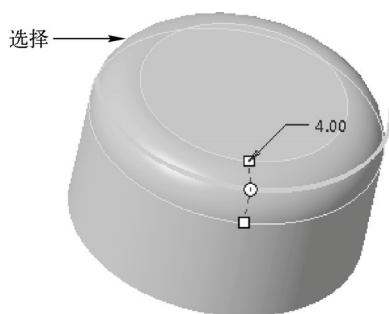

图 16-46 选择倒圆角边线
STEP 04 单击“模型”选项卡“工程”面板中的“倒圆角”按钮, 打开“倒圆角”选项卡, 在“输入恒定半径倒圆角的值”文本框中输入“4”, 然后在绘图区中选择要进行倒圆角的边线, 如图 16-46 所示。